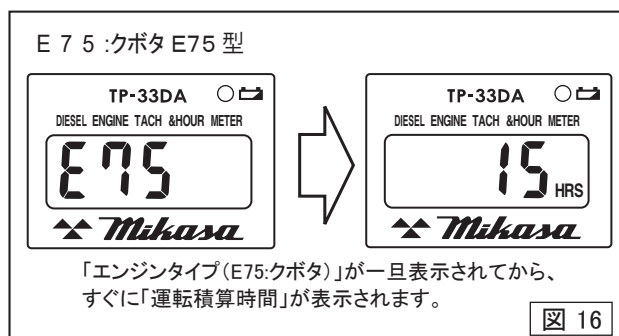

図 16
- a キーをキースイッチに差し込み運転の位置に回します。その際にブザーが鳴ることを確認してください。タコ・アワメーターに「エンジンタイプ (E75)」が一旦表示されてから、すぐに「運転積算時間」が表示されます。(図16)